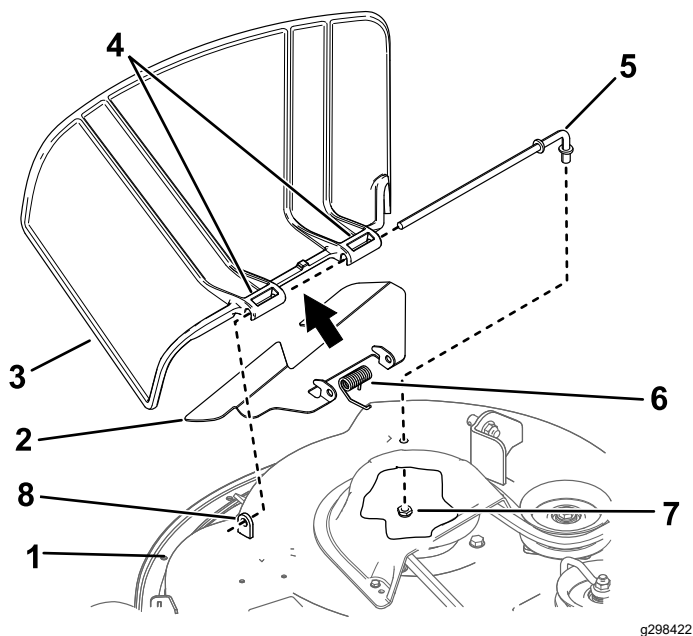

Figura 73
1. Remova a porca ($\frac{3}{8}$ pol.) da barra debaixo do cortador (Figura 73).
2. Faça deslizar a barra para fora da parte saliente curta, mola, abafador e defletor de relva (Figura 73).
4. Instale o novo defletor de relva e o abafador (Figura 73).
7. Faça deslizar a barra pelo abafador e segunda articulação do defletor de relva (Figura 73).
9. Fixe a extremidade traseira da barra ao cortador com uma porca (3/8 pol.), como se mostra na Figura 73.